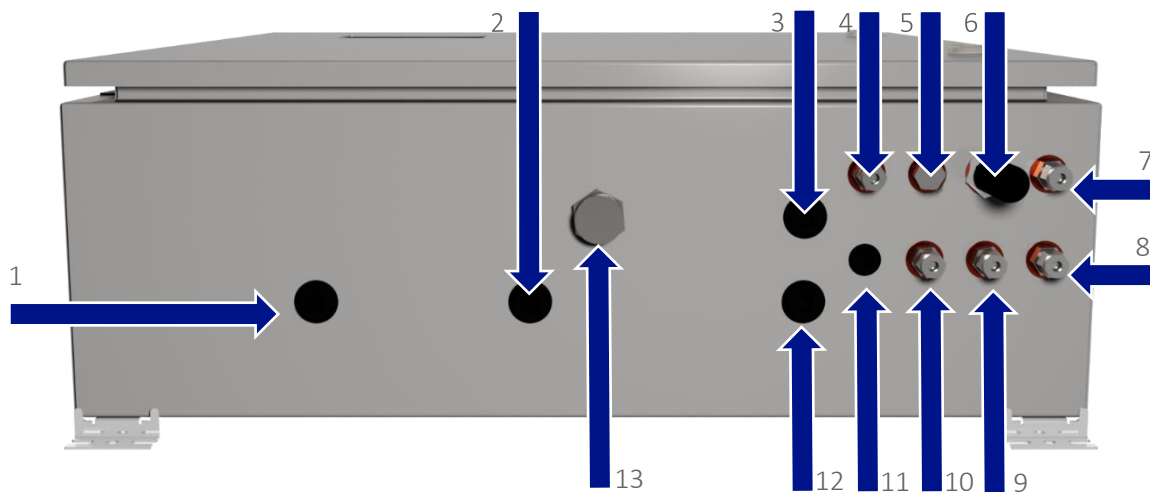
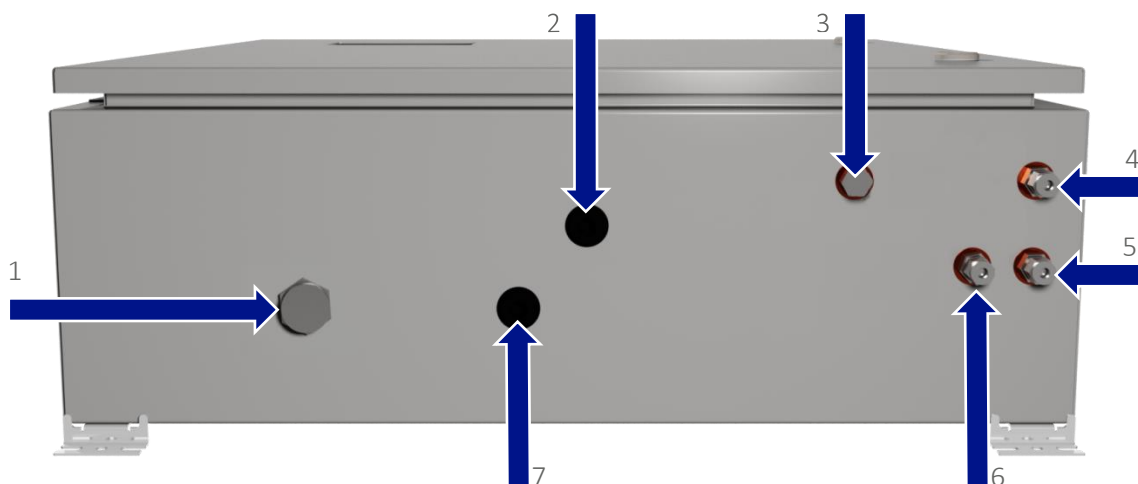

Figure 5 - Connexions client BIOMETHANE 3000
Figure 6 – Connexions client au système d'auto-étalonnage
- Raccords à compression - trouvés sur les cloisons sur la base du boîtier (voir les annotations 4, 5 et 7-11 sur la Figure 5 - Connexions client BIOMETHANE 3000 et l'annotation 4-6 sur la Figure 6 - Connexions client auto-étalonnage).
Un boîtier reniflard est monté sur le BIOMETHANE 3000 situé à la base du boîtier (voir l'annotation 13 sur la Figure 5 - Connexions client BIOMETHANE 3000). Il est de la responsabilité de l'utilisateur de garantir la libre circulation de l'air autour de l'armoire..
Deux respirateurs de boîtier sont montés sur le système d'auto-étalonnage, situés à la base du boîtier (voir l'annotation 1 sur la Figure 6 - Connexions client pour l'auto-étalonnage) et sur le côté droit du boîtier. Il est de la responsabilité de l'utilisateur de s'assurer qu'il y a une libre circulation de l'air autour de l'armoire.
L'installation nécessitera que l'opérateur connecte un câble d'alimentation, un câble de sortie, un câble de relais, un câble de transducteur de pression, un drain et des tuyaux de gaz à l'équipement. Figure 5 - Les connexions client BIOMETHANE 3000 identifient les points de connexion disponibles sur le BIOMETHANE:
- Le tube d'échantillon doit être connecté au connecteur de cloison étiqueté 'SAMPLE GAS 1' (Échantillon Gaz 1) - voir repère 4 sur la Figure 5 - Connexions client BIOMETHANE 3000.
- La conduite d'échappement de gaz doit être connectée au connecteur de cloison étiqueté 'PROCESS RETURN' (Point de Prélèvement)- voir annotation 7 sur la Figure 5 - Connexions client BIOMETHANE 3000.
- Le tube d'échantillon doit être raccordé au connecteur de cloison étiqueté 'AUTO-CAL IN' - voir le repère 10 sur la Figure 5 - Connexions client BIOMETHANE 3000.
Si l'air non contaminé ne peut pas être garanti à l'emplacement de l'analyseur, le filtre à particules doit être retiré et un tuyau doit être raccordé à sa place et se terminer à un point où de l'air non contaminé est présent. Le tube de prélèvement doit être raccordé au connecteur de cloison étiqueté «AIR IN» (Admission d'Air) – voir les repères 6 Figure 5 - Raccordements client au BIOMET3000.
- Le tube d'échantillonnage doit être raccordé au connecteur de cloison portant l'étiquette «VENT TO ATMOSPHERE» (Rejet vers l'Atmosphère) – voir le repère 9 Figure 5 - Connexions client au BIOMETHANE 3000.
- La conduite de vidange doit être raccordée au connecteur de cloison étiqueté «DRAIN» – voir le repère 8 de la Figure 5 - Connexions client au BIOMETHANE 3000.
- La conduite de gaz devra être acheminée du régulateur de la bouteille de gaz au système d'auto-étalonnage, connectée au connecteur de cloison étiqueté «CALIBRATION GAS IN» (Admission gaz d'étalonnage) - voir l'annotation 3 sur la Figure 6 - Auto-étalonnage des connexions client